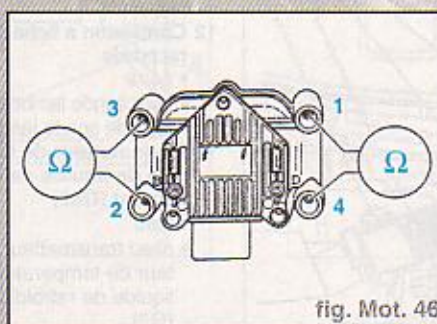

fig. Mot. 46
- Contrôler les résistances secondaires entre les contacts (fig. Mot. 46)